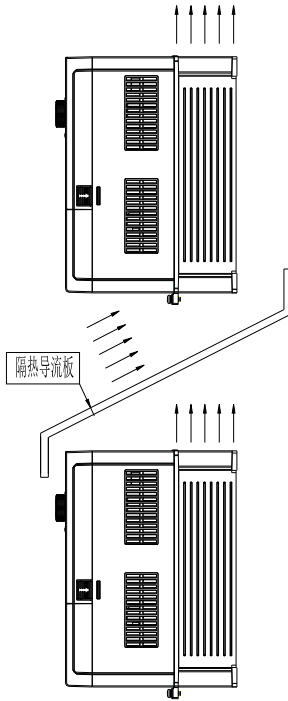

图3-2. A500/A500S变频器安装示意图
- 1) 请垂直安装变频器，便于热量向上散发。但不能倒置。若柜内有较多变频器时，最好是并排安装。在需要上下安装の場合，请参考图3-2的示意，安装隔热导流板。